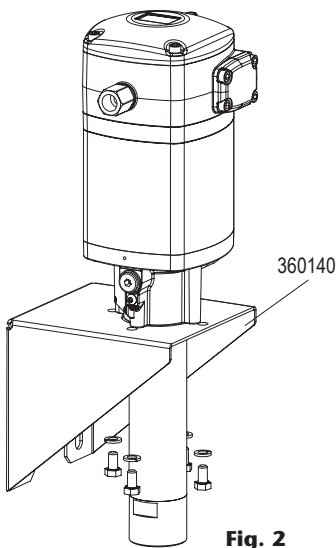

Fig. 2
- b.** Montaje mural con tornillos. Inserte la bomba por el soporte 360140 y fíjela con 4 tornillos M8 (fig. 2).